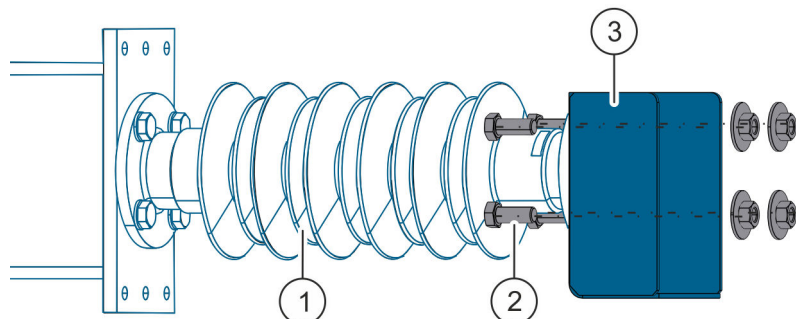

Abb. 16: Halterung
3. ➔ Halterung für Potentialausgleichsklemme (Abb. 16/3) mit 4 Schrauben und Muttern (Abb. 16/2) am Isolator (Abb. 16/1) montieren.